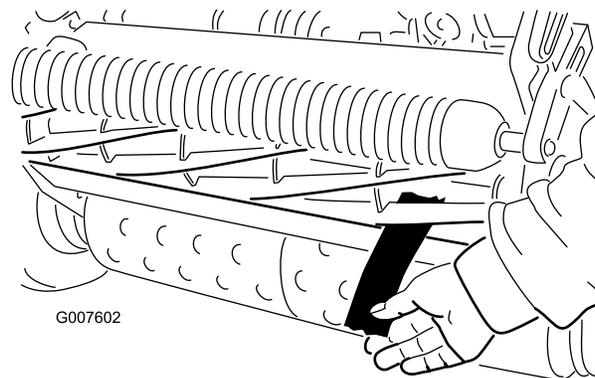
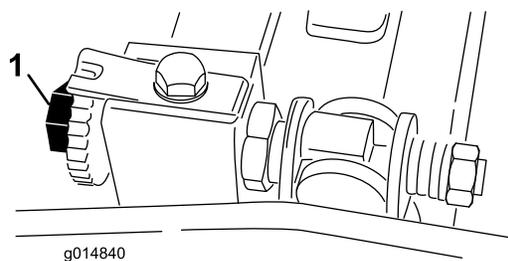

図 50
図 49
6. 両側の調整ができたなら最終確認を行う：紙片をリールの前から差し込んだ時にははさむだけ、下から差し込むと切れるのが正しい調整である (図 50)。リールと下刃のごくわずかの接触で紙が切れなければいけない。接触を強くしないと切れない (リール回転トルクが 0.8Nm 上) 場合には、鋭利な刃先を取り戻して精密なカットができるようにバックラップか研磨を行うことが必要； トロ研磨マニュアルを参照。
2. ベッドバー調整ネジ (図 49) を左に回して、リールと下刃の接触を完全になくす。
4. リール前面の左右いずれかの端を選び、リールと下刃の間に、長く切った新聞紙片を差し入れる (図 50)。リールをゆっくり前回転させながら下刃調整ネジを締める (新聞紙を入れた側の調整ネジを、1目盛りずつゆっくと)。新聞紙を前から (ベッドナイフの上面に平行に) 入れると軽く挟まれ、引き抜くのに少し力が必要な程度に調整する (図 49)。